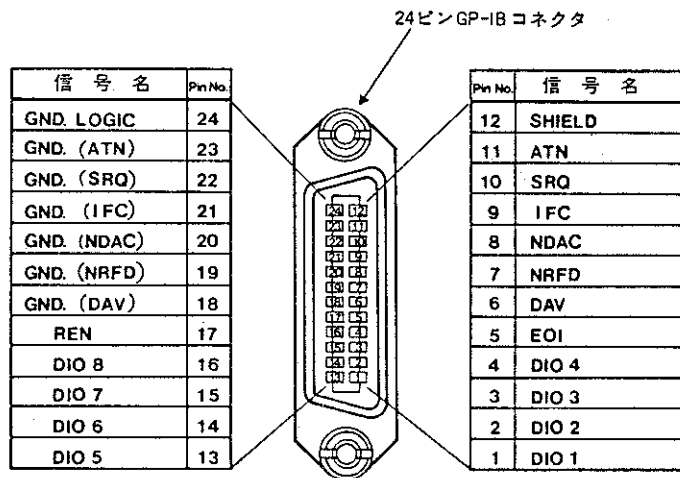

図 3-2 GPIB コネクタ・ピン配列
- コネクタ : 24ピンGP-IB コネクタ 〔図 3-2〕参照